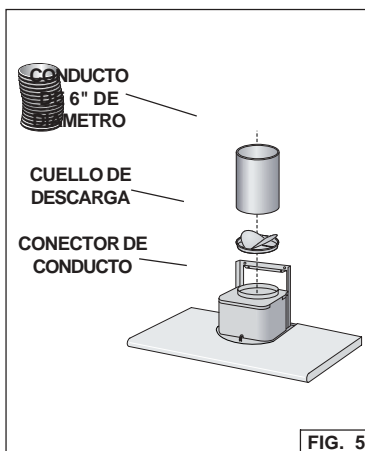

FIG. 5
1. Instale el cuello de descarga en el conector de conducto de la campana de cocina. Fig. 5
2. Conecte un conducto redondo de acero de 6" al conector de conducto de la campana de cocina. Fig. 5